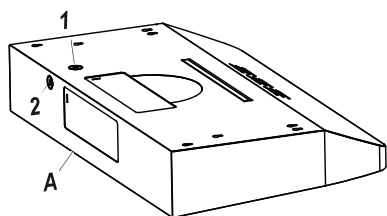

Fig. 10
- Connecter un connecteur de conduit homologué UL ou approuvé par la CSA à chaque extrémité du câble d'alimentation électrique (à la hotte et à la boîte de jonction). Raccorder les deux fils de couleur de la hotte aux fils correspondants de la source électrique : le noir au noir (sous tension), le blanc au blanc (neutre), et le vert/jaune au vert/jaune (mise à la terre). Utiliser soit le trou du haut (1) ou le trou arrière (2) de la hotte en fonction de votre type d'installation (voir Fig. 10).
- Choisir le trou défonçable de câblage électrique approprié à enlever selon votre type d'installation. Utiliser le trou supérieur (1) pour une installation de ventilation par le dessus et le trou arrière (2) pour une installation de ventilation par l'arrière. Voir Fig. 10.